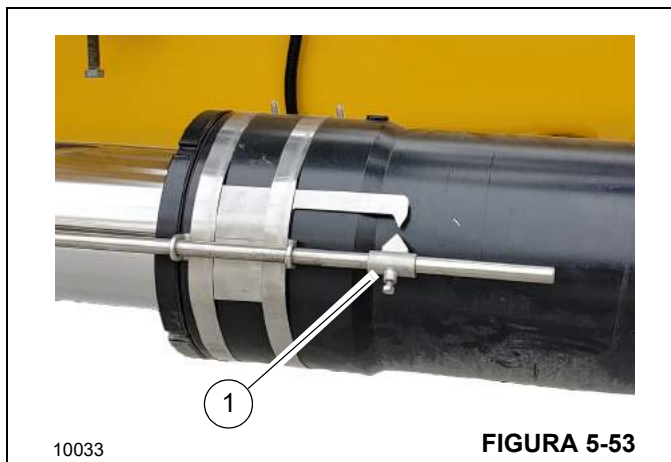

FIGURA 5-53
- Se estiver retraindo uma extensão da lança hidráulica opcional, confirme que o indicador de ângulo (1, Figura 5-53) está alinhado. Se as setas não estiverem alinhadas, ajuste o deslocamento da extensão da lança conforme necessário para alinhar as setas. Para obter mais informações, consulte *Confi-*